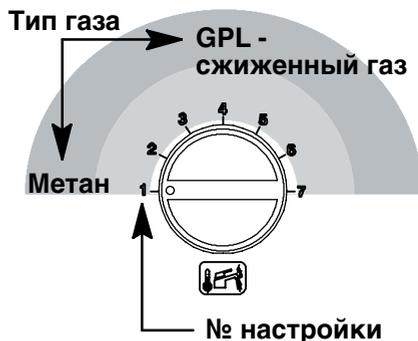

Рис. 8.6
- Чтобы изменить настройку, поверните регулятор температуры контура горячего водоснабжения 11 и установите его в выбранное положение, см. Рис. 8.6.